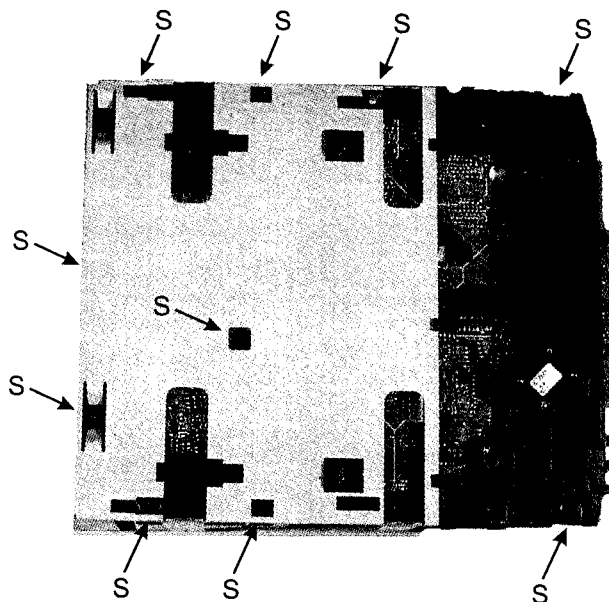

Abbildung 4-8
13. Die Einheit wenden, die 10 Schnapphaken (S) entriegeln (siehe Abbildung 4-8) und die Zarge nach oben abheben.